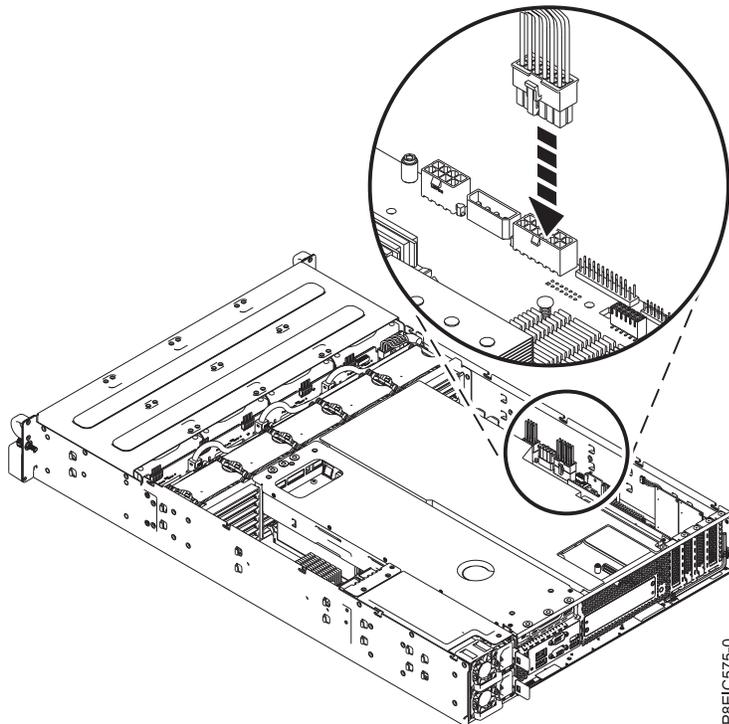

Figure 87. Connexion du cordon d'alimentation d'unité avant
20. Remettez en place le cordon d'alimentation d'unité avant dans le fond de panier système, comme illustré dans la figure 87. Assurez-vous que la patte de retenue du cordon s'enclenche sur le connecteur.